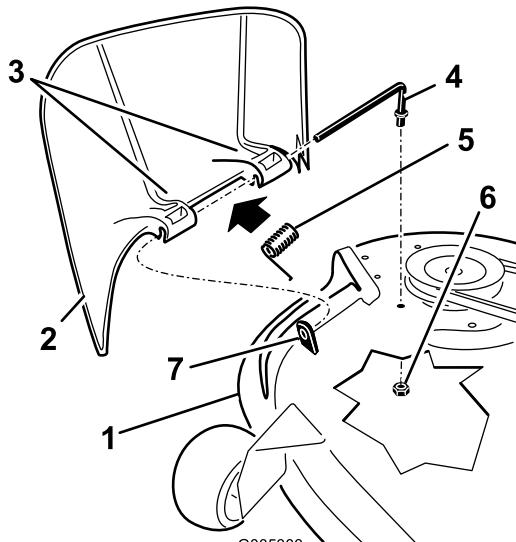

Figure 54
2. Retirez l'écrou (3/8 pouce) de la tige, sous le plateau de coupe (Figure 54).
3. Sortez la tige de la courte cheville de positionnement, du ressort et du déflecteur d'herbe (Figure 54). Enlevez le déflecteur s'il est endommagé ou usé.
4. Remettez en place le déflecteur d'herbe (Figure 54).
6. Placez le ressort sur la tige, les fils d'extrémité dirigés vers le bas, entre les supports du déflecteur d'herbe. Insérez la tige dans le deuxième support du déflecteur d'herbe (Figure 54).
7. Insérez la tige à l'avant du déflecteur dans la courte cheville de positionnement sur le plateau. Fixez l'extrémité arrière de la tige dans le plateau de coupe à l'aide d'un écrou (3/8 pouce) (Figure 54).
1. Repérez les éléments illustrés à la Figure 54.